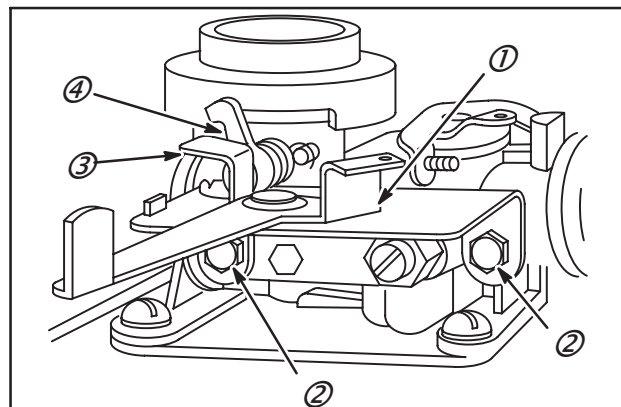

Fig. 56
La commande manuelle ou à distance pour le starter et l'arrêt s'effectue grâce à un levier sur la plaque de commande fixé sur le carburateur par deux vis (2), Fig. 56. Le levier est libre pour une commande à distance, il est plus dur pour une commande manuelle.
1. Pour vérifier le fonctionnement du levier (1), le déplacer vers la gauche jusqu'à ce qu'il entre dans l'encoche en position RUN.
2. Le levier (3) doit juste toucher le levier du starter en (4).
3. Si ce n'est pas le cas, desserrer légèrement les vis (2) et déplacer la plaque de commande vers la droite ou la gauche pour que le levier touche juste le levier de starter en (4).